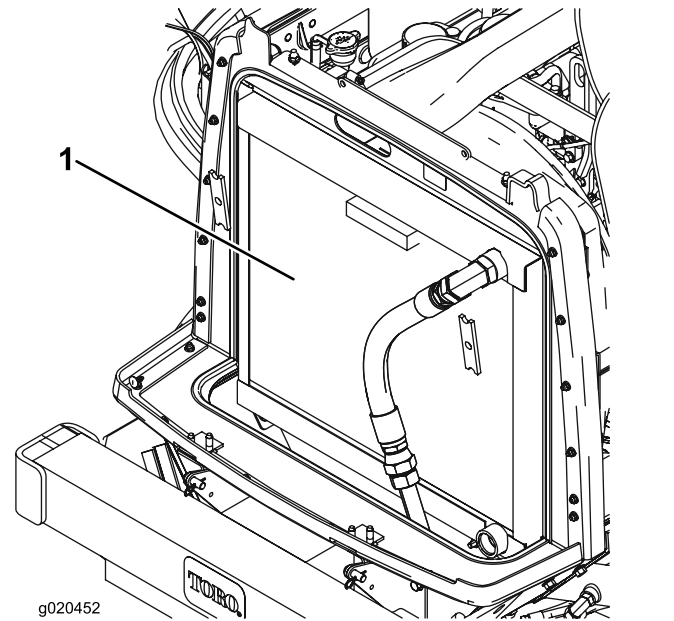

Figure 74
3. Nettoyez soigneusement les deux côtés du radiateur/refroidisseur à l'air comprimé (Figure 74).